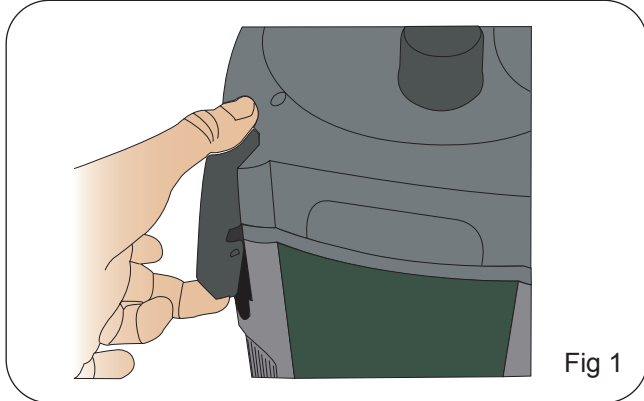

Fig 1
1. Ouvrez l'unité de filtration en détachant les 4 clips situés aux coins du filtre, puis sortez l'unité de tête du corps de la cartouche. Fig. 1
Remarque : Votre aquarium doit être rempli avec de l'eau pour amorcer le filtre. Vérifiez que les deux robinets sont en position MARCHE en déplaçant le levier en plastique de la position ARRÊT (horizontal) à la position MARCHE (vertical). Une fois le filtre en marche, vérifiez l'absence de fuites au niveau des raccords et des joints. Fig. 1
2. Placez les deux robinets en position arrêt. Fig. 1 (ARRÊT)